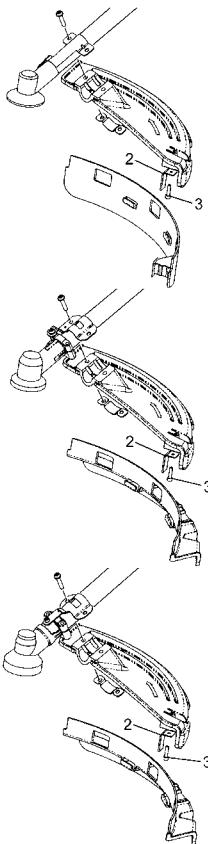

Fig. 1-8
#### Installation af knivens skærm (Fig. 1-8)
**BEMÆRK! (Fig. 1-8)**